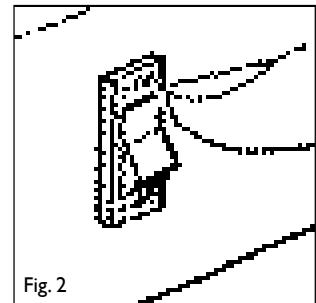
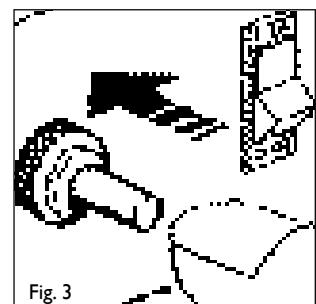
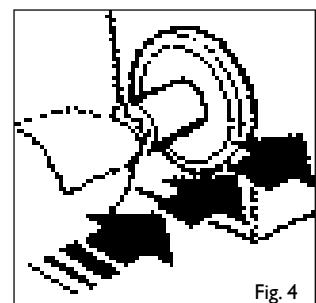

Fig. 2
Fig. 3
Fig. 4
- Slå på viftebryteren til stilling 1 (Fig.2) og sjekk at viften roterer. Trykk på gassventilens knapp(Fig 3) og samtidig trykk inn den piezoelektriske knappen , inntil brenneren starter (fig.4).